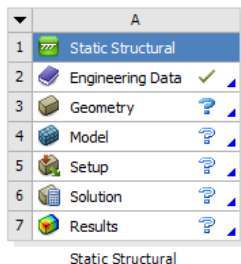

图 18-2 分析项目
2) 双击主界面 Toolbox 工具箱中的 “Analysis System” → “Static Structural” 选项，在项目管理区创建分析项目 A，如图 18-2 所示。